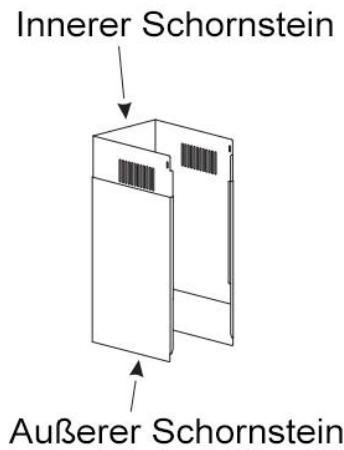

Bild 7
7. Ziehen Sie den Innenkamin bis zur Innenkaminhalterung hoch und befestigen Sie diese mit 2 Stück Schrauben ST4×8mm. Siehe Bild 7.